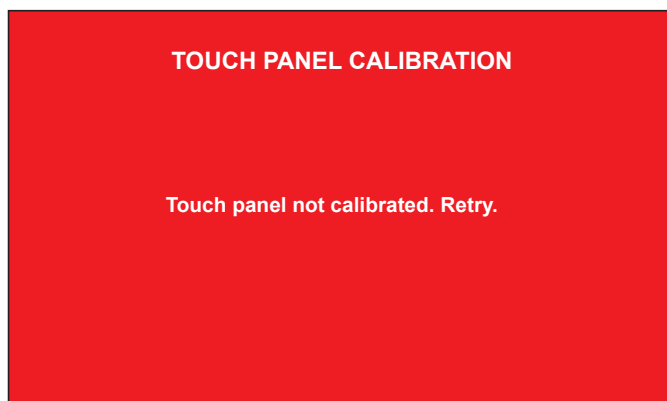

Figura 8-25
- 4.- Se la calibrazione non è avvenuta con successo comparirà la schermata di Figura 8-25 e dopo qualche secondo si riavvierà il processo di calibrazione.